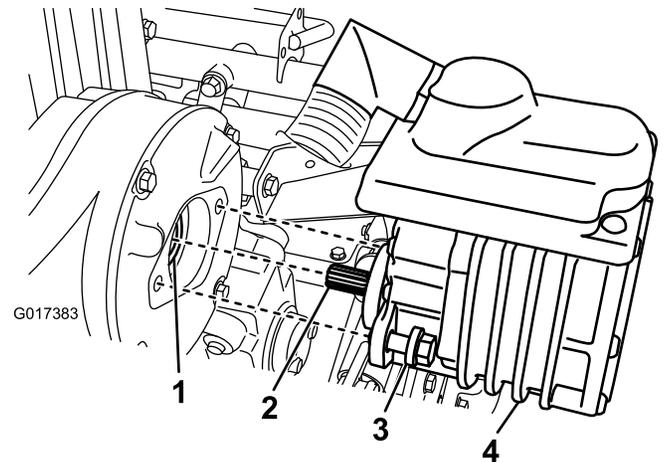

Figure 34
2. Retirez les 2 boulons qui fixent le moteur au carter de transmission (Figure 34).
4. Avec une pompe à graisse, injectez un ou deux jets de graisse dans l'accouplement femelle du carter de transmission (Figure 34).